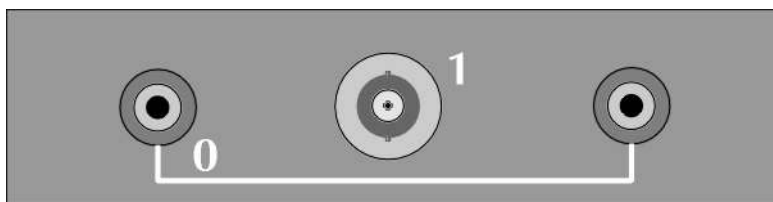

Рис.4. Вид боковой панели.
3.1.4. На боковой панели прибора (рис.4), находятся разъёмы для подключения электродов.